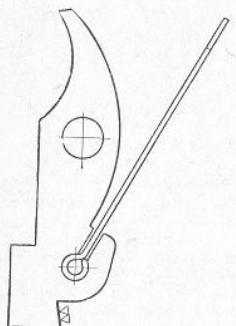

Рис. 46. Заправка передней рабочей грани нижнего уступа шептала
- (I) При наличии изгиба верхнего конца спусковой пружины вперед выпрямить пружину медным молотком на свинцовой плите и придать верхнему концу ее наклон, соответствующий наклону исправной пружины.
- (I) Заправить переднюю рабочую грань нижнего уступа шептала надфилем с минимальным снятием металла (рис. 46).